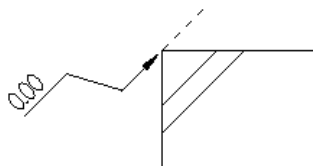

图 4.1.76 放置尺寸
Step4. 定义开始顺序标注尺寸的放置位置。将尺寸放置在图 4.1.76 所示的位置。